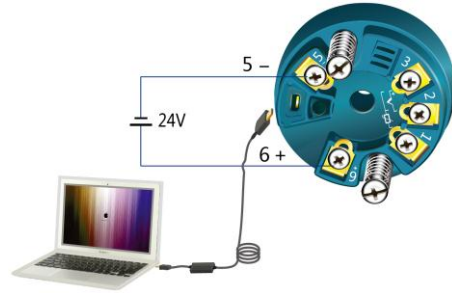

图 5 通过 USB 接口与 PC 的连接示意图
- 用 USB-CR2205 适配电缆通过 USB 接口连接计算机和温度变送器。并给温度变送器接入电源 24VDC (端子 6+, 5-), 见图 5。